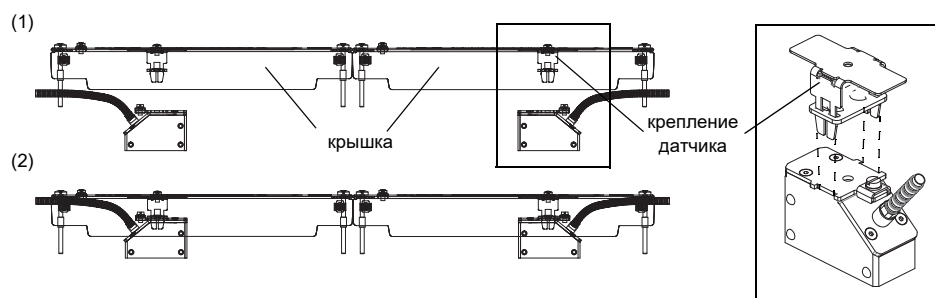

Рис. 8.26: Датчики в крышке
- Крепко вдавите датчики в крепление датчика в крышках так, чтобы датчики зафиксировались (каждый датчик устанавливается в отдельном креплении датчика). Кабели датчиков направлены в противоположные направления (смотри Рис. 8.26).